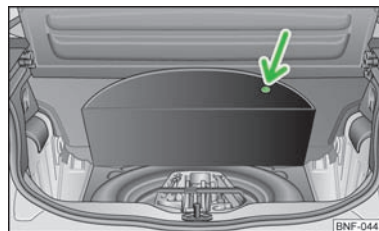

Fig. 107
Løft bundbeklædningen ved udskæringen (pil) » Fig. 107.
- Tag **bilens værktøj og reservehjulet** ud af bagagerummet » Fig. 107.